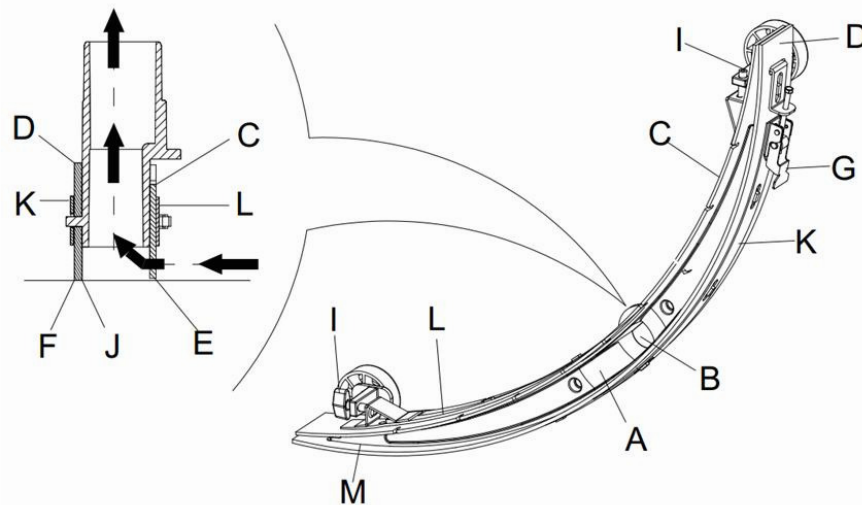

Figura 15
2. Premere l'interruttore (41) in posizione "O" per spegnere l'apparecchio.
3. Svitare il pomo di fissaggio (16) del tergipavimento; staccare il connettore che collega il tubo di drenaggio del tergipavimento, e staccare il tergipavimento.
4. Usare la manopola di sollevamento del tergipavimento (14) per sollevare il telaio di supporto del tergipavimento.
5. Pulire il tergipavimento (**Figura 15**). Pulire in particolare la scanalatura (**A, Figura 15**) e rimuovere sporcizia e frammenti dal tubo di aspirazione. Verificare che la lama frontale del tergipavimento (C) e la lama posteriore del tergipavimento (D) siano intatte, e se ci sono bordi incrinati o fessure. Cambiarli se necessario (fare riferimento ai passi nella sezione successiva).
1. Seguire le modalità riportate nella sezione precedente per pulire il tergipavimento (**Figura 15**).
2. Verificare il bordo (**E, Figura 15**) della lama frontale del tergipavimento e il bordo (F) della lama posteriore del tergipavimento (D). Lungo l'intera lunghezza, dovrebbero essere allo stesso livello. Altrimenti, regolarne le altezze attraverso la seguente procedura.
- Aprire il gancio (G) per far sì che la lama posteriore (D) si stacchi dal supporto (M) per la regolazione della posizione del tergipavimento. Quindi bloccare di nuovo il gancio.
- Allentare la manopola (I) per regolare la lama anteriore (C); stringerla dopo la regolazione.
3. Verificare se la lama frontale (C) e la lama posteriore del tergipavimento (D) sono intatte e se vi sono incrinature o fessure. Se necessario, cambiarle nel seguente modo. Verificare se il bordo frontale della lama posteriore (J) è usurato. Se usurato, può essere installato capovolto (il bordo
3. Aprire il coperchio del serbatoio di raccolta (A, Figura 15), e togliere il galleggiante (36) dal serbatoio di raccolta.
4. Usare acqua pulita per sciacquare il coperchio del serbatoio di raccolta (A), il serbatoio (B e C), e il telaio di supporto del filtro (E). Per mezzo del tubo di drenaggio (16), far uscire l'acqua dal serbatoio di raccolta.